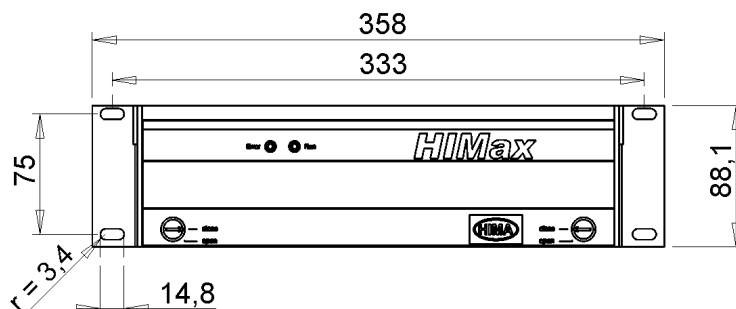
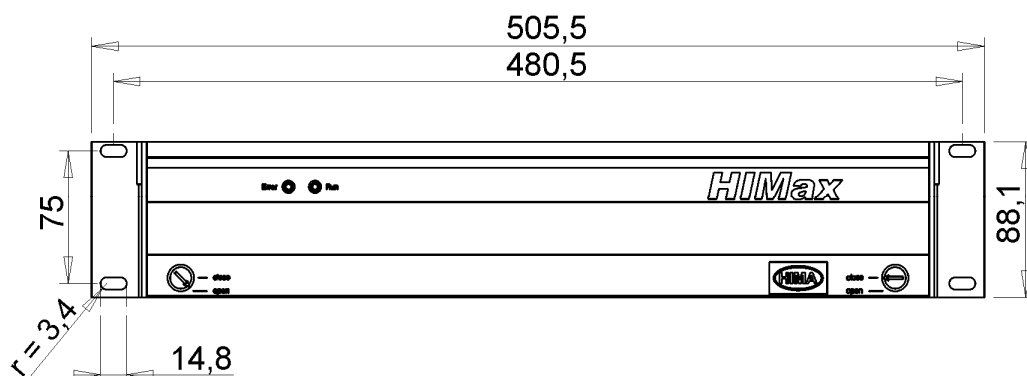
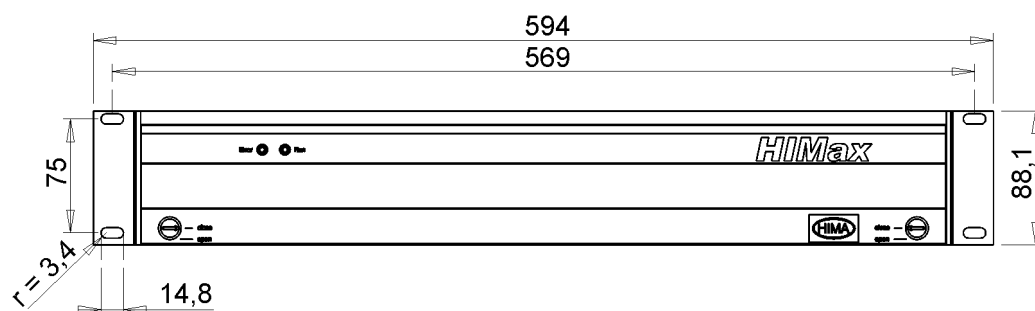

Figura 7: Desenho de medidas dos ventiladores de sistema 10 01 e 10 03
Figura 8: Desenho de medidas dos ventiladores de sistema 15 01 e 15 03
Figura 10: Desenho de medidas dos ventiladores de sistema 18 01 e 18 03
2. As distâncias dos orifícios roscados encontram-se nos desenhos de medidas, veja Figura 7, Figura 8 e Figura 10.